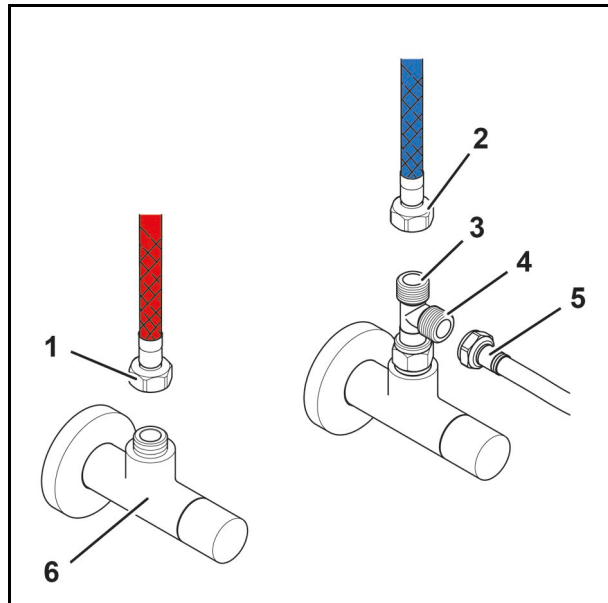

Abb. 20
8. Trennen Sie die Kaltwasserleitung (Abb. 20/5) des Untertischgeräts vom unteren Anschluss (Abb. 20/4) des T-Stücks.
9. Trennen Sie die Kaltwasserleitung (Abb. 20/2) der Armatur vom oberen Anschluss (Abb. 20/3) des T-Stücks.
10. Trennen Sie die Warmwasserleitung (Abb. 20/1) der Armatur vom Eckventil (Abb. 20/6).